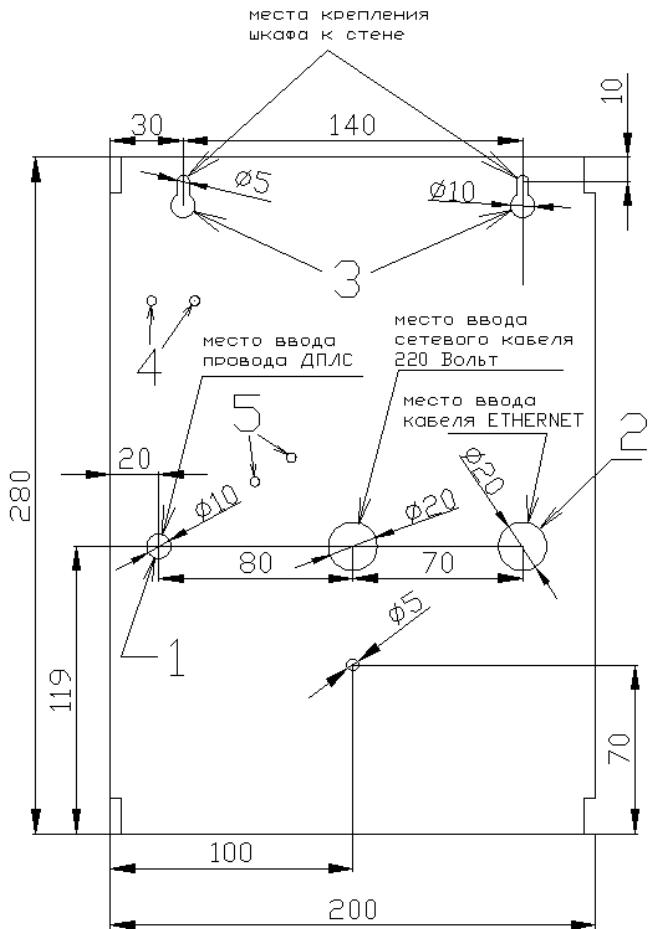
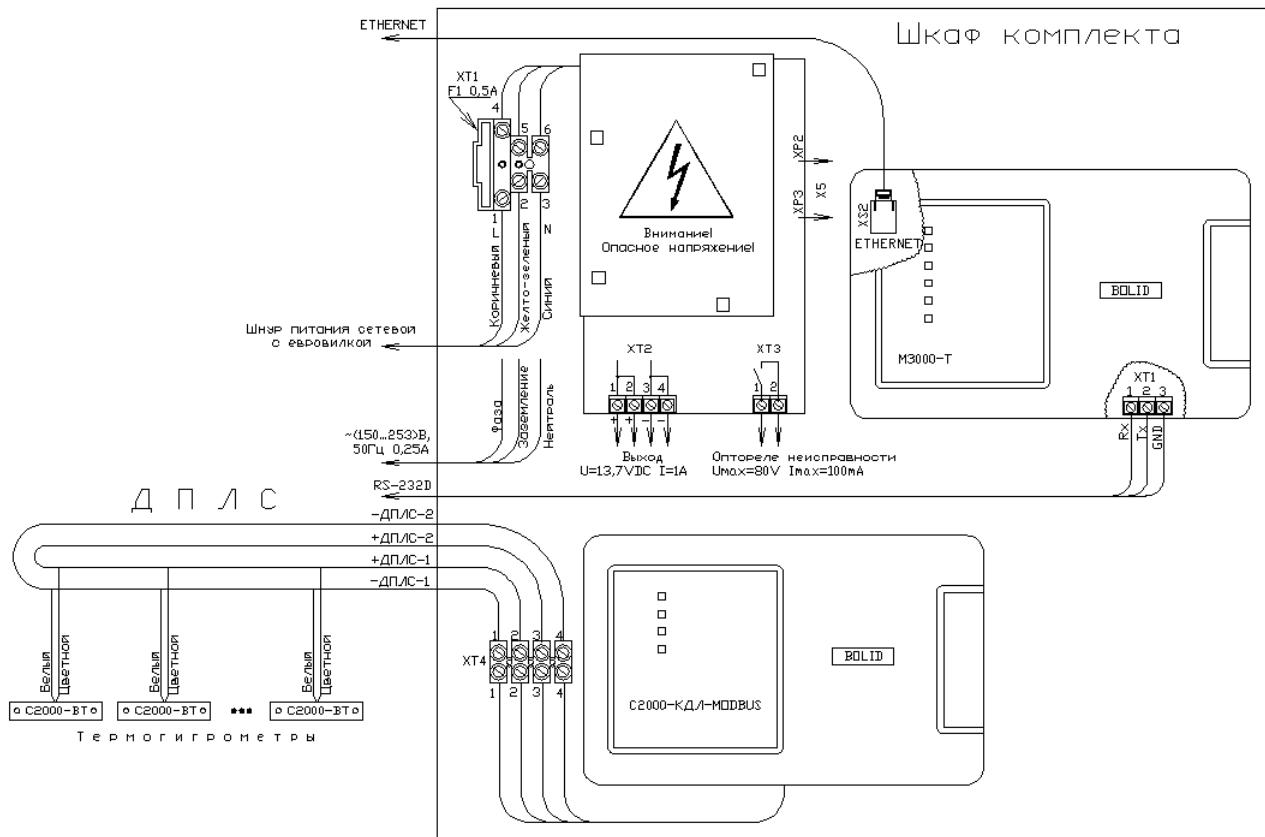

Рис. 1. Габаритно-установочные размеры комплекта
Рис. 2. Схема подключения комплекта КВТ
- установить втулки из ЗИП в отверстия для подвода проводов ETHERNET (Рис.2: поз.2) и ДПЛС (Рис.1: поз. 1); (втулка для ввода сетевого кабеля 220 Вольт установлена на заводе-изготовителе);
- завести в отверстия для провода проводов с установленными в них втулками и зафиксировать подручными средствами провода ДПЛС (Рис.2: поз.1); кабель ETHERNET (Рис.2: поз.2) и сетевой кабель (если это необходимо См. п. 4.3 настоящего Руководства).
- в заранее просверленные в стене два горизонтальных отверстия, отстоящих друг от друга на расстоянии 140 мм (См. Рис. 1) установить дюбели 8Х40 S 80 (входят в комплект поставки);
- вставить основание шкафа местами крепления (См. Рис. 1 поз.3) в шурупы и опустить вниз до упора.
4.3.1 Коричневый, жёлто-зелёный и синий провода шнура питания с евровилкой отключаются от разъёма XT1. Фиксирующая нейлоновая стяжка, заведённая через монтажные отверстия в плате (Рис. 1, поз. 4), перекусывается и шнур демонтируется. Монтаж силового кабеля производится через то же отверстие в основание шкафа, через которое был заведён ранее демонтированный шнур и фиксируется, если в этом есть необходимость, нейлоновой стяжкой (в комплект поставки не входит).
4.3.6 Зафиксировать кабель через монтажные отверстия (Рис. 1, поз. 5) нейлоновой стяжкой, входящей в комплект поставки.
4.3.7 Подключение датчиков температуры и влажности производится на объекте с учётом полярности, толщины и типа провода и уровнем электромагнитных помех. Для повышения живучести ДПЛС можно применить блоки разветвительно-изолирующие (БРИЗ), которые позволяют отключать короткозамкнутые участки цепи (на схеме не показаны, в комплект поставки не входят, приобретаются отдельно). На Рис.2 показано кольцевое подключение ДПЛС с одновременным использованием ДПЛС1 и ДПЛС2. Допускается и раздельное использование ДПЛС1 или ДПЛС2 также как и различные другие варианты топологии сети. Более подробно особенности подключения ДПЛС к контроллеру изложены в Руководстве